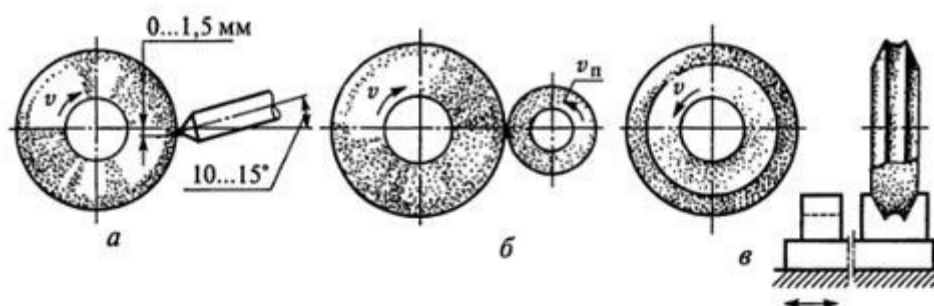

Рис. 2.30. Методы правки шлифовальных кругов: а — обтачиванием; б — обкатыванием; в — тангенциальным точением; v — скорость; $v_{п}$ — скорость правки
- обтачиванием алмазным инструментом (рис. 2.30, а);
- обкатыванием абразивными, твердосплавными и металлическими дисками (рис. 2.30, б);
- тангенциальным точением профильной поверхности круга алмазным инструментом (рис. 2.30, в).
Правка методом обтачивания (см. рис. 2.30, а) представляет собой процесс скоростного разрушения твердого абразивного материала и связки шлифовального круга. Правку осуществляют либо отдельными алмазными зернами, зачеканенными в державку, либо алмазно-металлическими карандашами диаметром 8...10 мм. Наибольшее применение имеют алмазно-металлические карандаши, в которых в определенном порядке размещены кристаллы алмазов, прочно сцементированные специальным сплавом. Для правки используют четыре типа алмазно-металлических карандашей: Ц — с алмазами, расположенными цепочкой вдоль оси карандаша (рис. 2.31, а); С — с алмазами, расположенными неперекрывающимися (рис. 2.31, б) и перекрывающимися (рис. 2.31, в) слоями; Н — с неориентированным расположением алмазов (рис. 2.31, г).